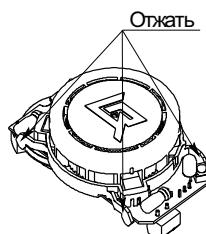

Рисунок 1
- b) отжать замки на дымовой камере (рисунок 1) и снять ее;